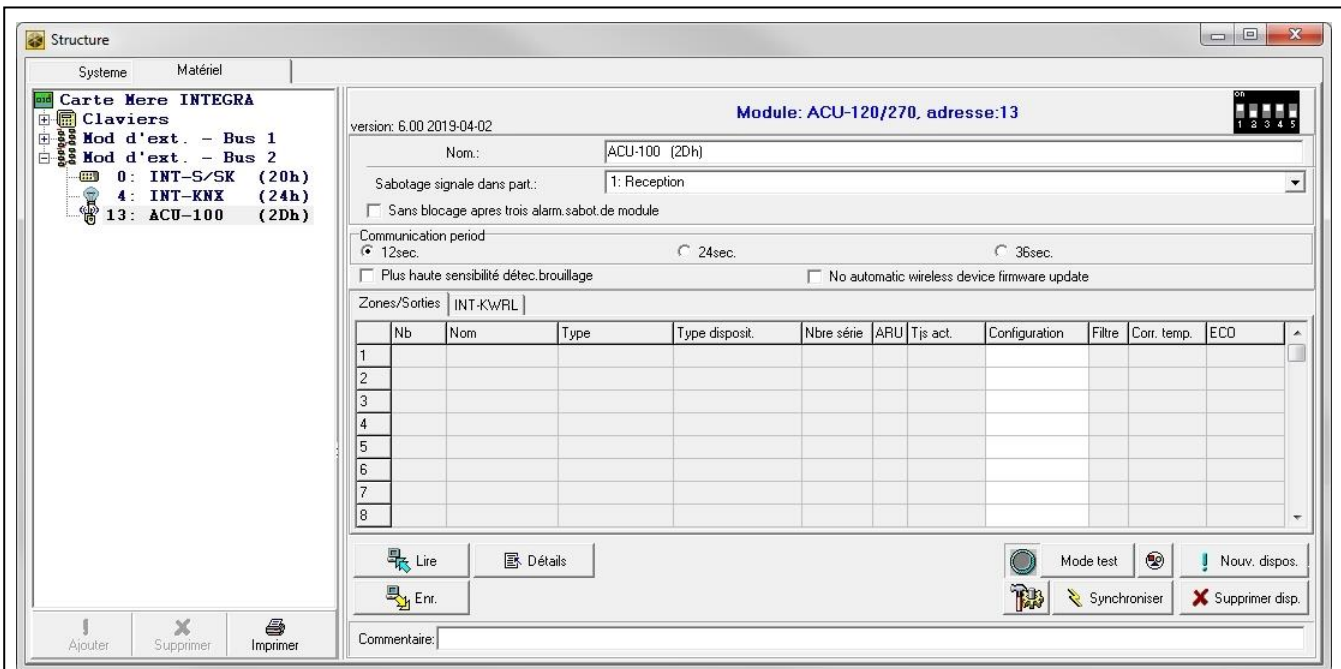

Fig. 24. Program DLOADX : paramètres du contrôleur dans le système INTEGRA.
- programme DLOADX : fenêtre « Structure » → onglet « Matériel » → branche « Modules d'extension » → *[nom du contrôleur]* (fig. 24).